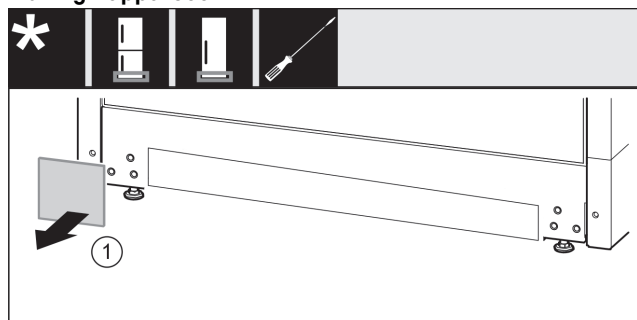

Fig. 13
- ▶ Togliere la copertura. Fig. 13 (1)